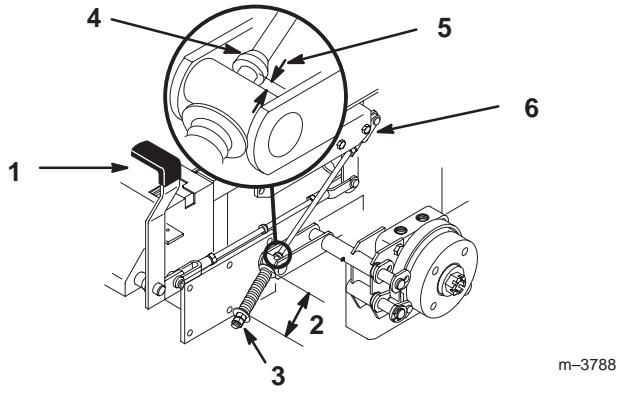

Bild 61
2. Messen Sie die Länge der Feder. Sie sollten zwischen den Scheiben 70 mm messen (Bild 61).
3. Falls Sie eine Einstellung vornehmen müssen, lockern Sie die Klemmmutter unterhalb der Feder und ziehen Sie die Mutter direkt unter dem Joch an (Bild 61). Drehen Sie die Mutter, bis Sie den korrekten Messwert erhalten. Ziehen Sie die beiden Muttern zusammen an und wiederholen Sie das Verfahren auf der gegenüberliegenden Maschinenseite.
- A. Messen Sie die Entfernung zwischen der Drehzapfenrolle und dem Kranz an der Bremsstange. Die Distanz sollte 5 bis 7 mm betragen (Bild 61).
6. Sollte eine Einstellung erforderlich sein, lösen Sie die Klemmmutter direkt unter dem Joch. Drehen Sie die untere Einstellstange, bis Sie den korrekten Messwert erhalten (Bild 61). Ziehen Sie die Klemmmutter am Joch an.